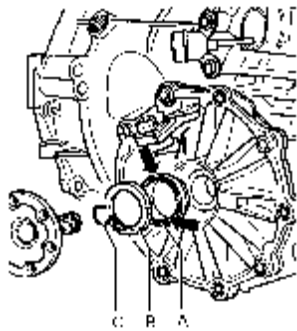

图 9-115 主动轮安装位置
①主动轮 A 的支承轴颈应指向密封圈 B，并座落在差速器的槽孔中，如图 9-115 所示。
②止动卡簧（图 9-115 中箭头）应进入到差速器的旋转式槽孔中。
③每次均更换密封圈 B 和卡簧 C（图 9-115）。
④安装时用芯棒 VW 295 嵌装法兰轴。
⑤安装完毕后加注变速器油。